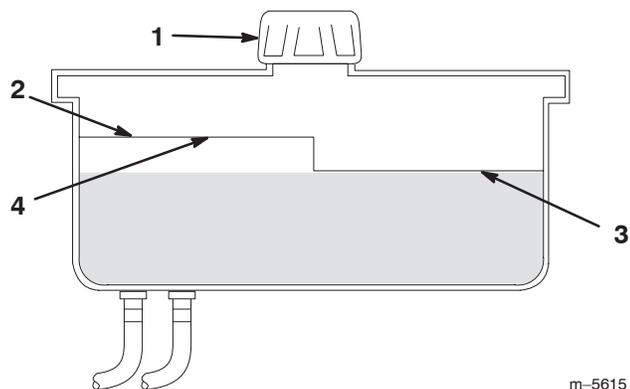

Figure 40
2. Nettoyez la surface autour du goulot de remplissage du réservoir hydraulique (Fig. 40).
3. Débouchez le goulot de remplissage et vérifiez si le réservoir contient du liquide (Fig. 40).
**Remarque :** Lorsque l'huile est chaude, le niveau de liquide doit atteindre le haut du repère "à chaud" sur le déflecteur (Fig. 40).